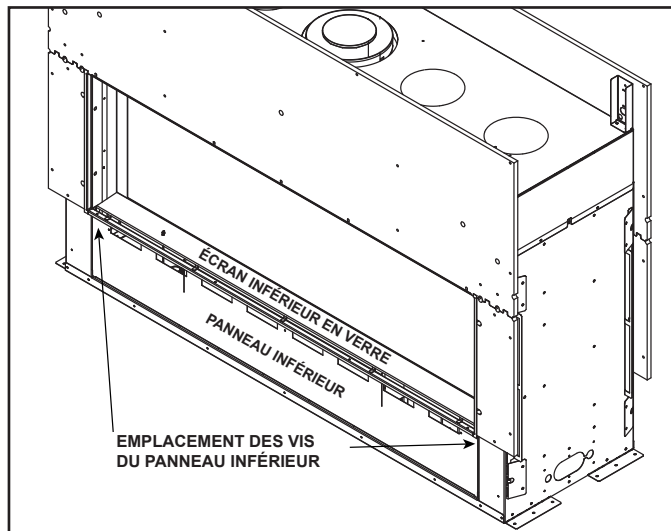

Figure 8.1 Emplacement du panneau inférieur
1. Retirez le panneau du bas en retirant les deux vis. L'emplacement des vis est montré à la figure 8.1. Après avoir retiré les deux vis, soulevez doucement le panneau et tirez vers l'avant, en évitant si possible, le contact avec le panneau incombustible.